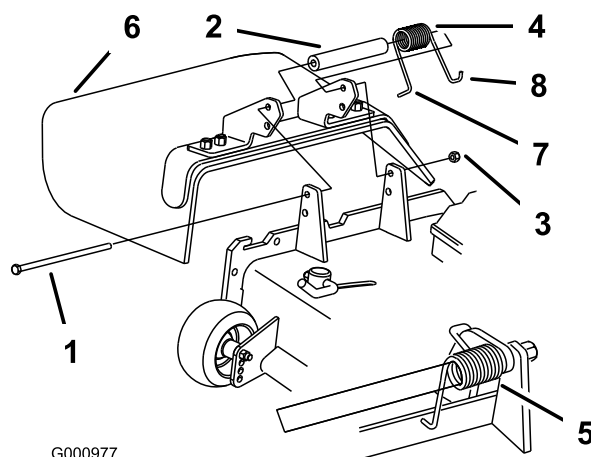

Figura 37
1. Togliete il dado di bloccaggio, il bullone, la molla e il distanziale che fissano il deflettore alle staffe orientabili del tosaerba (Figura 37). Togliete il deflettore di sfalcio se è danneggiato o consumato.
Nota: Assicuratevi che l'estremità a L della molla sia montata dietro il bordo del piatto di taglio prima di montare il bullone, come illustrato nella Figura 37.
3. Montate il bullone e il dado. Infilate l'estremità a J della molla attorno al deflettore di sfalcio (Figura 37).